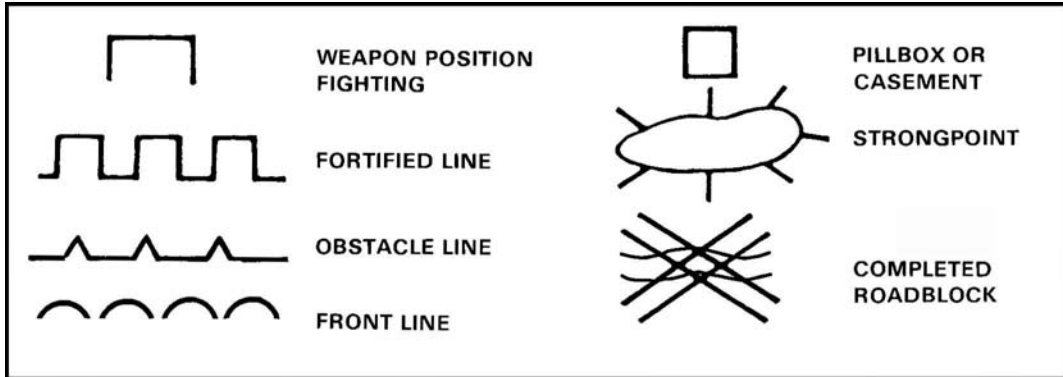

Figure 071-329-1019-11
k. Wire (Figure 071-329-1019-12).